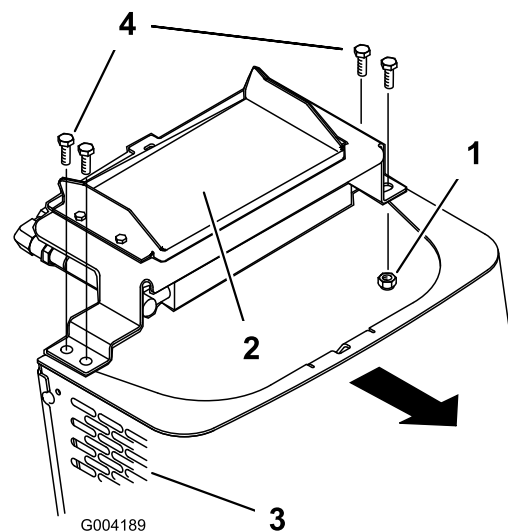

Bild 29
6. Entfernen Sie die Ansatzschrauben und Muttern, mit denen der Ölkühler oben auf dem vorderen Gitter befestigt ist (Bild 29).